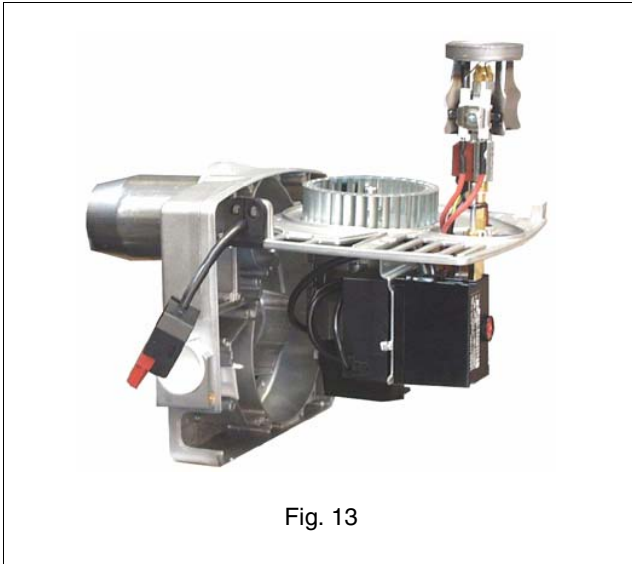
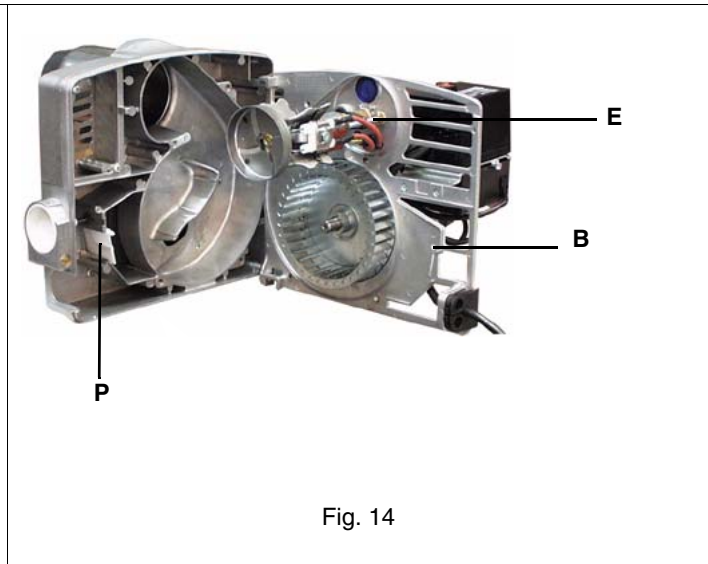

Fig. 13
Fig. 14
- Enganchar la placa en uno de los modos indicados en las Fig. 13 y Fig. 14 para facilitar las operaciones de mantenimiento.
⚠ ATENCION: los electodos (E en Fig. 14) deben posicionarse lateralmente a la cabeza de combustión.
⚠ NOTA: al volver a montar la placa componentes, prestar atención a que el perno de la compuerta P entre en el correcto compartimiento B (ver Fig. 14).
⚠ NOTA: al volver a montar la placa componentes, prestar atención a que el perno **P** de la compuerta entre en el correcto compartimiento **B** (ver Fig. 14 en la pag. 28).